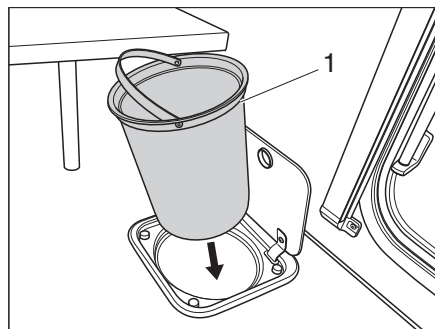

Fig. 169 Recipiente de basura de la cocina
- Extraer el recipiente de basura (Fig. 169,1) tomándolo del asa y vaciarlo según prescripciones vigentes.